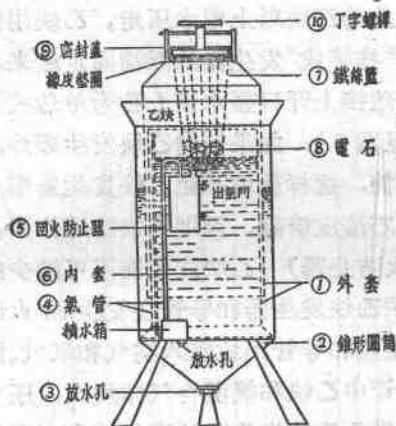

图5 普通式低压乙炔发生器
(3)碳化鈣浸沉式：电石定时地浸入水中与水接触后又迅速离开。这种发生器都有一个浮筒，浮筒里挂着装电石的篮子，所以亦称“挂篮式”。这种乙炔发生器因構造简单，我国各地工厂使用极广（见图5）。但在